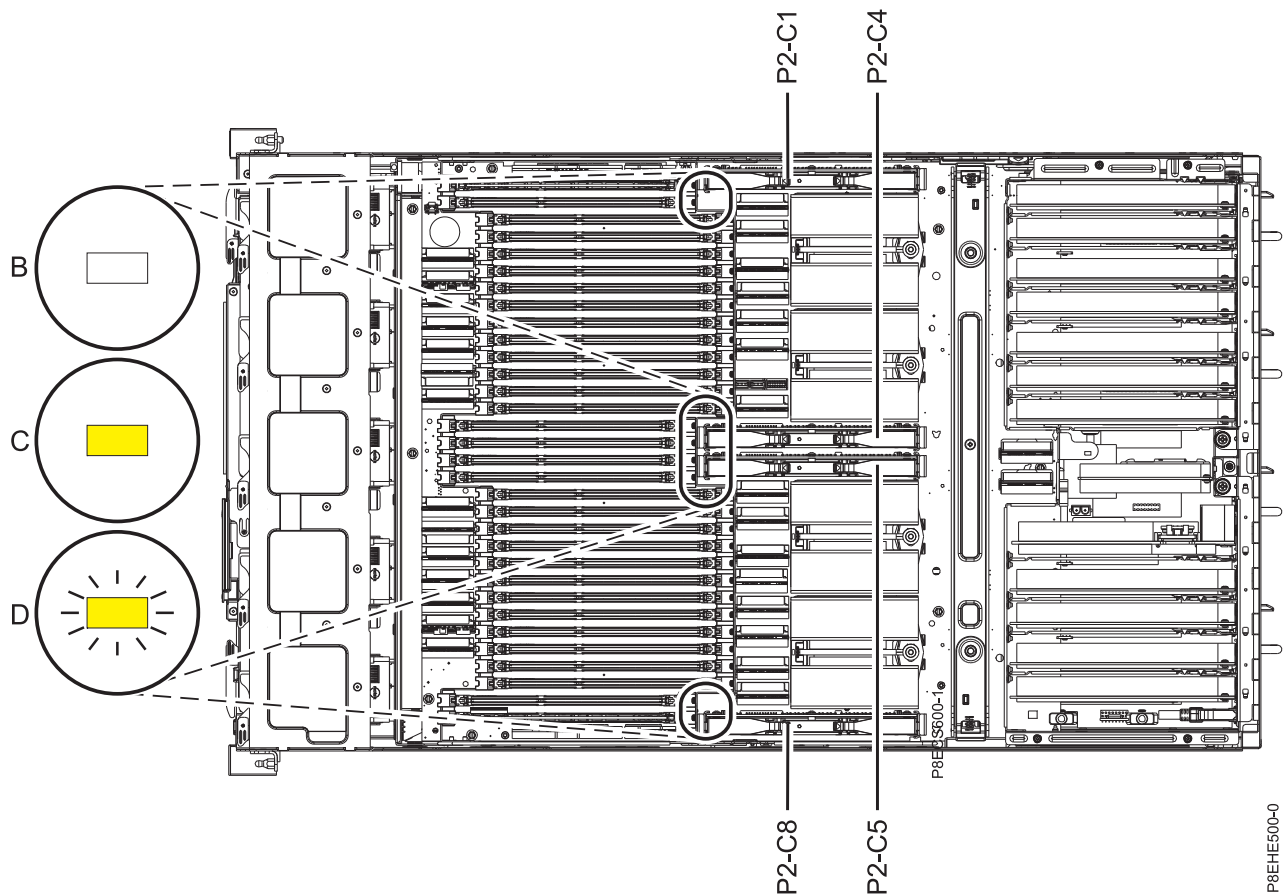

図 3. 8408-E8E システムでのプロセッサ電圧調節モジュールおよび LED の位置
3. プロセッサ電圧調節モジュールのスロット LED を見つけます。6 ページの図 3 は、プロセッサ電圧調節モジュールのスロットおよび LED の位置を示しています。